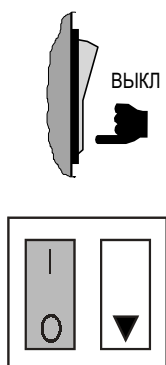

Рис. 13.1
- Разомкните контакт выключателя, расположенного в нижней правой части увлажнителя, установив его в положение **0** (см. Рис. 13.1) и убедитесь, что погасли индикаторы на панели управления увлажнителя;
На Рис. 13.1 показаны выключатели, расположенные с правой нижней стороны увлажнителя: переключатель "I-O" – для запуска, кнопка со стрелкой ▼ - для слива.
Если требуется почистить цилиндр увлажнителя, то перед отключением электропитания необходимо нажать и удерживать кнопку слива (Рис. 13.1), активизируя таким образом открытие сливного клапана до полного слива воды из цилиндра.
- Выключите и вновь включите увлажнитель с помощью выключателя, расположенного с правой нижней стороны увлажнителя (рис.13.1).
- выключить увлажнитель (см. Рис. 13.1) и разомкнуть рубильник на силовой линии;